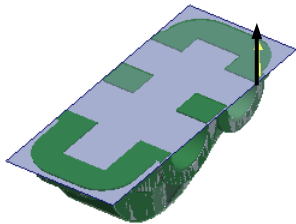
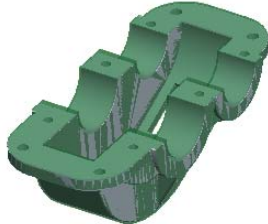

图 10.2.15 切减方向
图 10.2.16 材料切减后的工件
Step3. 此时系统弹出“实体化”操控板，在系统  选择实体中要添加或移除材料的面组或曲面。提示下，选取前面创建的拉伸曲面 1，单击  按钮调整切减材料的侧面方向，如图 10.2.15 所示。然后单击操控板中的  按钮，完成材料切减如图 10.2.16 所示。